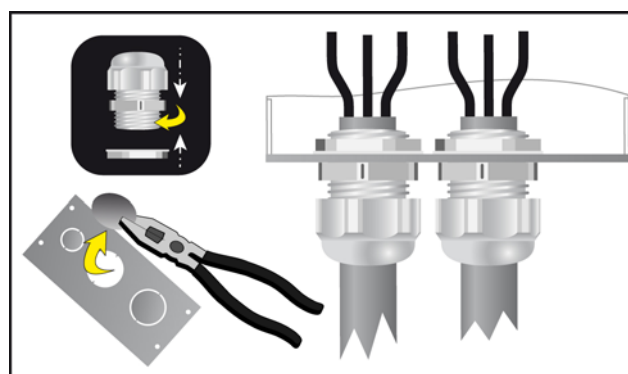

Abb. 3.3.6.b
3. Eingang: Schließen Sie die Drähte für die Netzversorgung an die Klemmen "L" (Line) und "N" (Neutral) sowie die Erde an die Klemme "≡" an. **Die Einheit muss ordnungsgemäß geerdet werden!** (Abb. 3.3.6.c)